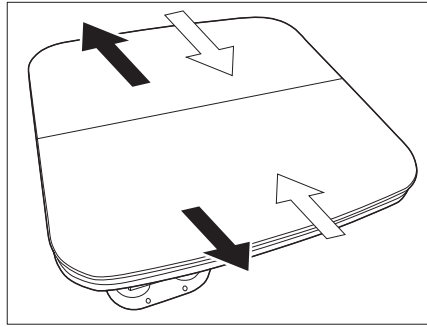

Bild 105 Außenteile auseinander ziehen
- Die Außenteile des Tisches auseinander ziehen (Bild 105 - schwarze Pfeile).
- Die Außenteile des Tisches zusammenschieben (Bild 105 - weiße Pfeile).